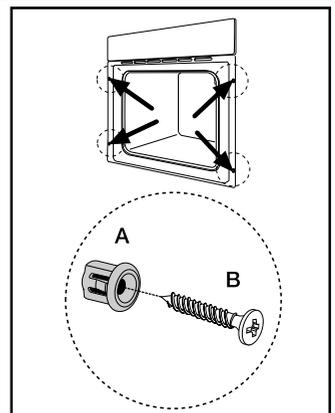

Abb. 13
2. Befestigen Sie den Ofen mithilfe der vier Abstandhalter im Möbel (Abb. 13 - A). Diese passen genau in die Löcher in dem Rahmen. Ziehen Sie anschließend die vier mitgelieferten Holzschrauben (Abb. 13 - B) fest.